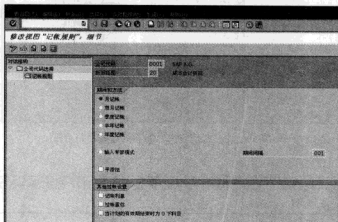

图 10-49 编辑“记账规则”
STEP 2 选择某个“公司代码”，然后单击左栏中的“记账规则”选项，右栏中将显示该“公司代码”下对应账面折旧的期间和方法，一般定义为“月记账”，如图 10-49 所示。